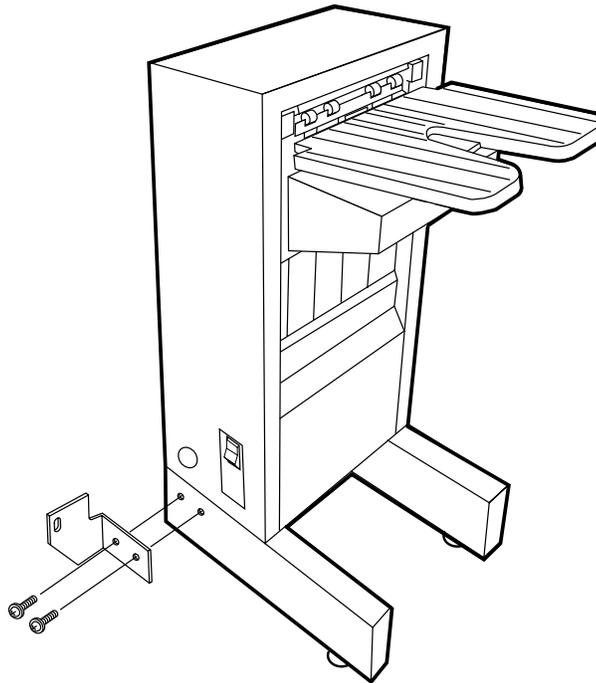

Abbildung 4-27 Halterung A anbringen
1. Befestigen Sie die Halterung A an der unteren Kante der HLA-Einheit. Verwenden Sie dabei die beiden M4 x10-Schrauben (siehe Abbildung 4-27).